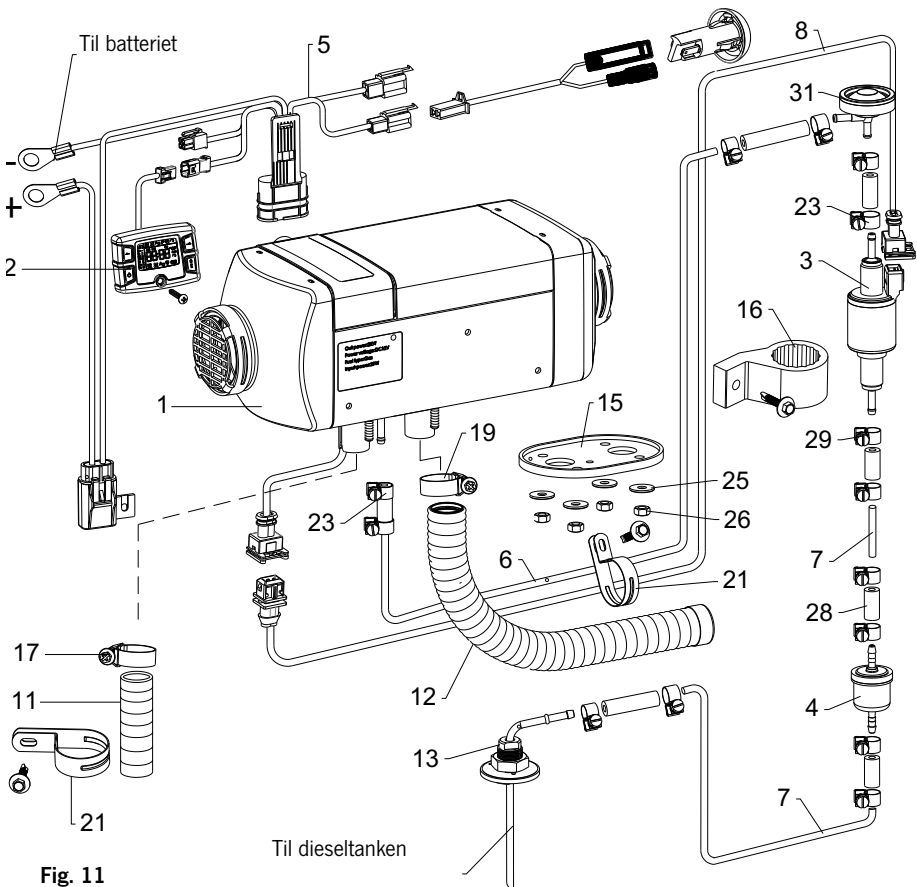

Fig. 11
26. VanHeat 2.0-DH | Produktinformation | Liste over reservedele (se fig. 11)